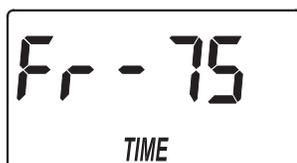

FIG. 22
1. Une fois que l'étape précédente est terminée, l'écran de réglage de la durée d'aspiration doit s'afficher (voir figure 22). Dans le cas contraire, appuyer sur le bouton SELECT pendant 3 secondes jusqu'à ce que l'affichage indique « 000 - - » ; ensuite, appuyer sur le bouton SELECT deux fois pour reproduire le réglage de la durée d'aspiration.